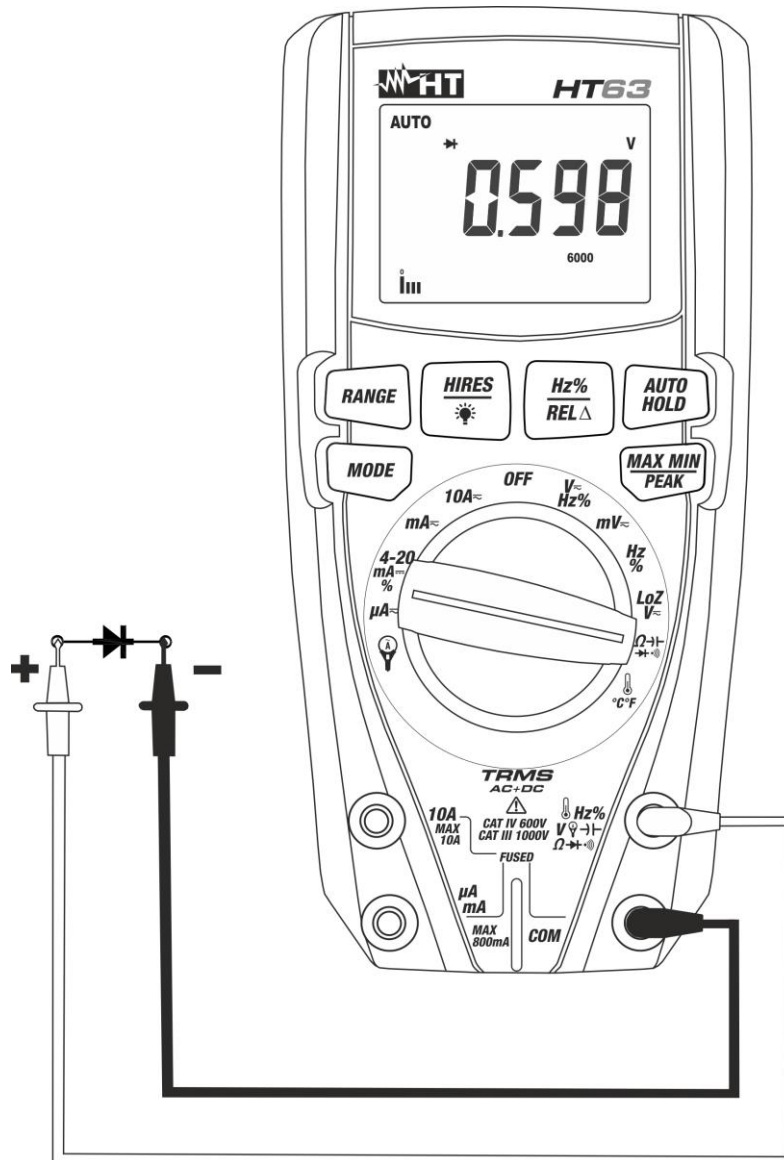

Fig. 7: Uso do instrumento para o Teste de Diodos
4. Colocar as ponteiros nas extremidades do díodo em exame (ver Fig. 7) respeitando as polaridades indicadas. O valor da tensão do patamar em polarização direta é apresentado no display.
6. Se o instrumento apresenta a mensagem "O.L" os terminais do díodo estão invertidos em relação ao indicado na Fig. 7 ou a junção P-N do díodo está danificada.